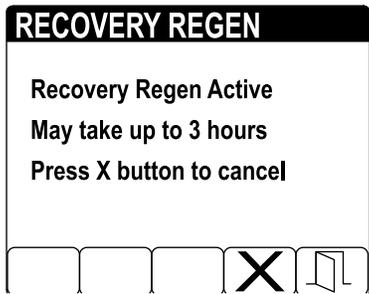

Figura 60
8. El InfoCenter muestra el mensaje Tiempo restante (Figura 60).